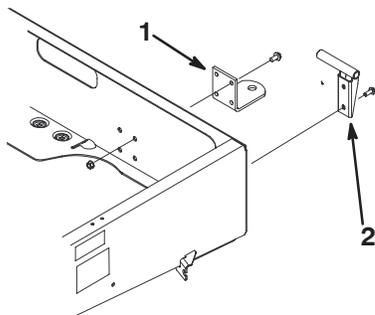

Bild 7
- Fluchten Sie die Anbauvorrichtung mit den Befestigungslöchern im Rahmen aus. Befestigen Sie die Anbauvorrichtung mit den Schrauben und Muttern (Bild 7).
2. Montieren Sie die linke Schwenkhalterung mit zwei Bundschrauben (3/8 x 1 Zoll) an der linken hinteren Ecke des Rahmens. Ziehen Sie diese auf 22 Nm. (Positionieren Sie die Halterung wie in Bild 7 dargestellt.)